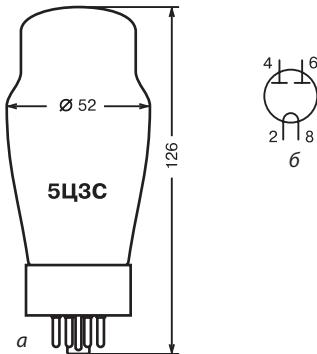

Рис. 2.108. Лампа 5Ц3С:
**Кенотрон 5Ц3С (рис. 2.108)** предназначен для выпрямления переменного тока промышленной частоты.